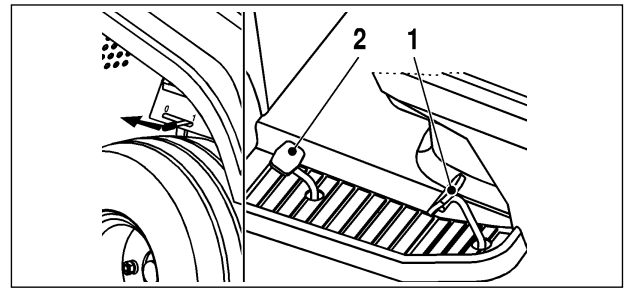

Fig. 15
Le tracteur est équipé d'une transmission hydrostatique, ce qui permet de régler la vitesse de marche avant et marche arrière avec les pédales (Fig. 15).
## MARCHE ARRIERE (FIG. 15)
Appuyer doucement sur la pédale de marche arrière (Fig. 15, pos. 2).